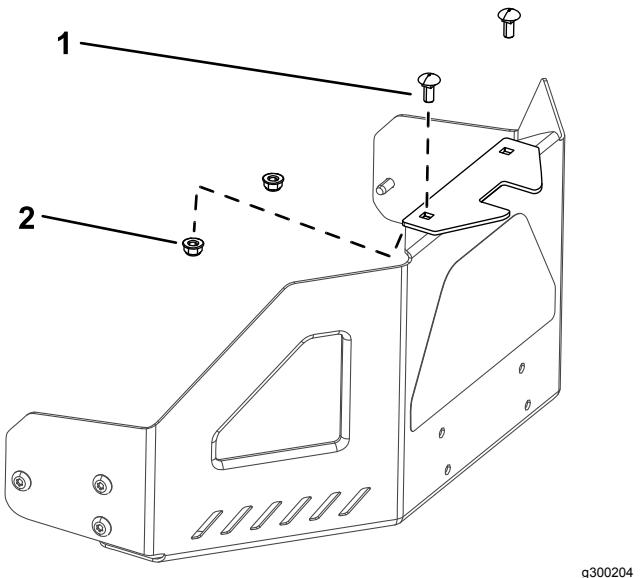

Figura 5
- Instale o suporte estabilizador no resguardo do motor utilizando dois parafusos de carroçaria (5/16 pol. x 3/4 pol.) e duas porcas de bloqueio (5/16 pol.) (Figura 5).